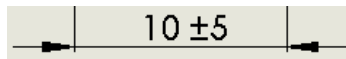

图 14-84 “对称”显示类型
(4) “对称”显示类型：以限制方式显示标注尺寸的公差，如图 14-84 所示。